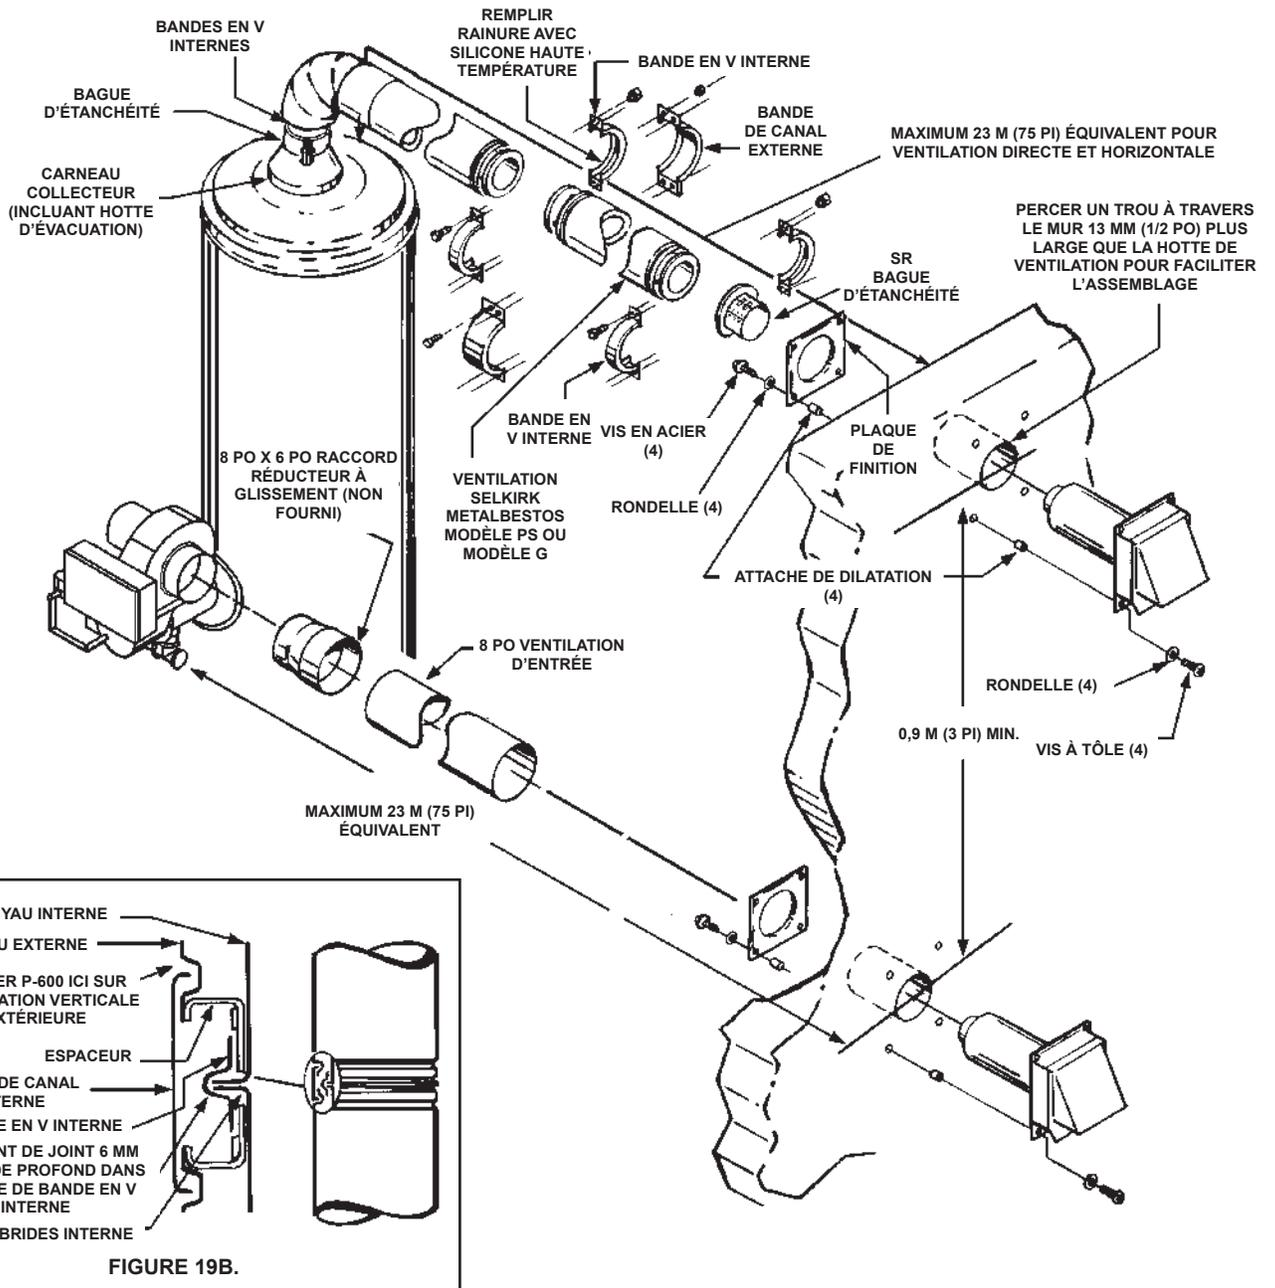

FIGURE 19.
4. Attacher une bague d'étanchéité (Selkirk Metalbestos Modèle SR ou équivalent) au collier de la hotte de ventilation, voir Figure 19.
5. Attacher une longueur de dimension appropriée de ventilation Selkirk Metalbestos modèle PS ou modèle G à l'adaptateur d'évacuation d'air en utilisant les bandes en V internes, voir Figures 19 et 19B.